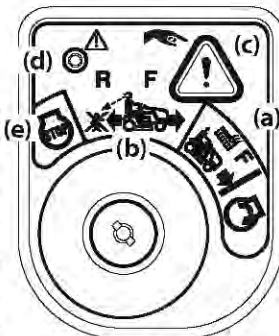

Figure 28
2. Tournez la clé de la position de tonte normale (a) à la position de tonte en marche arrière (b). Voir Figure 28.
3. Pressez le bouton du mode de tonte en marche arrière (c) sur le coin supérieur droit du tableau de bord pendant trois secondes. Le témoin lumineux rouge (d) dans le coin supérieur gauche s'allume lorsque le bouton de marche arrière est activé. Voir Figure 28.